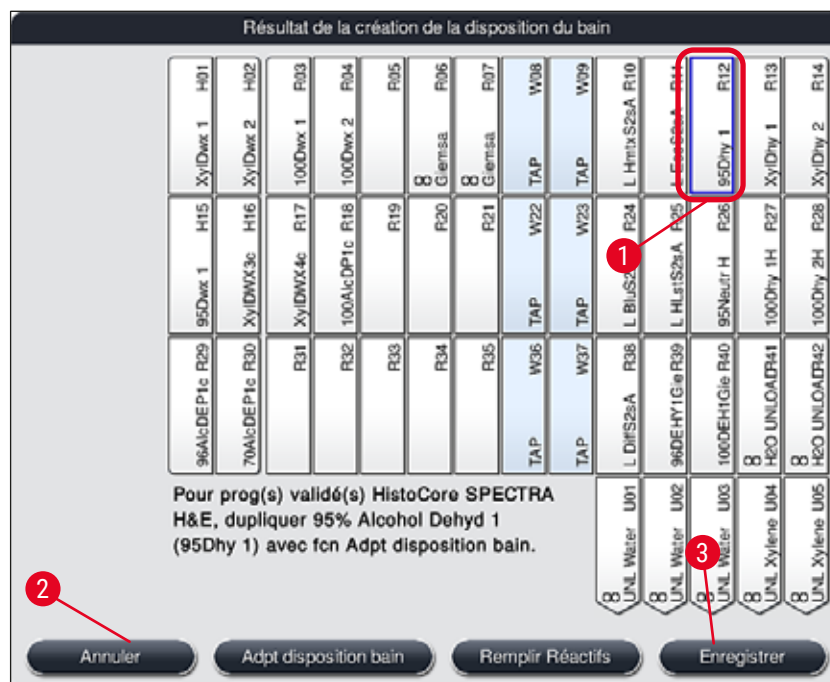

Fig. 53
- Après que le logiciel a calculé la disposition du bain à partir des programmes classés, l'utilisateur obtient un aperçu des résultats affichés à l'écran (→ "Fig. 53").
- Si aucun programme Leica n'a été intégré dans la disposition du bain, l'affichage (→ "Fig. 53") diverge de celui qui apparaît (non illustré). Dans ce cas, les réactifs peuvent être remplis conformément à la description figurant en (→ P. 85 – Remplissage des réactifs).